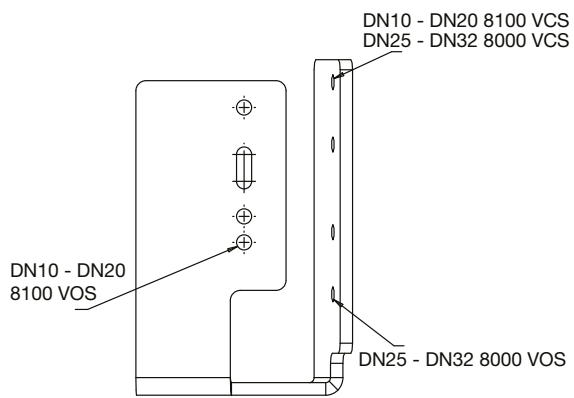

Abb. 2: Halterung Meldeschalter IP 67
- Position des Schaltstifts und Lage der Montagebohrungen vermerken. 2 Schrauben vorsichtig entfernen und vorhandenen Meldeschalter herausziehen. Korrekte Position des Meldeschalters, siehe Abb. 2 bis 5 (Seite 10-40.4-45).
- Korrekte Position des Meldeschalters, siehe Abb. 2 bis 5. Die Ventilgröße wird in der Modellnummer durch die ersten 4 Ziffern dargestellt. Zum Beispiel hat ein Ventil Modell H 1-1/4" die Modellnummer 125H.